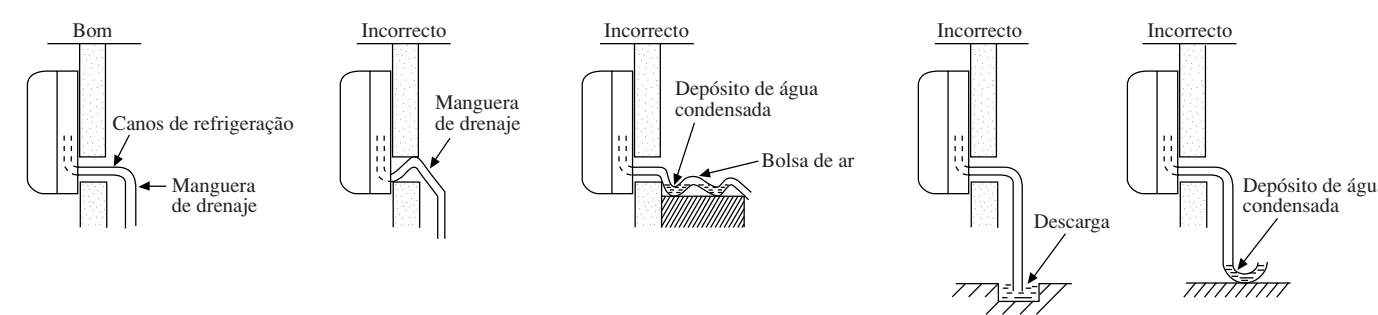

Fig. 5
- (1) Ligar a mangueira de escoamento de água separada à mangueira de escoamento de água do aparelho.
- (2) Para se assegurar o livre fluxo da água condensada, terá de se inclinar um pouco a mangueira de escoamento de água. Ver Fig. 5.